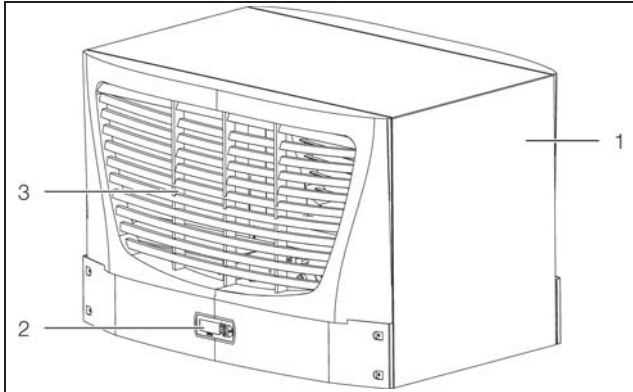
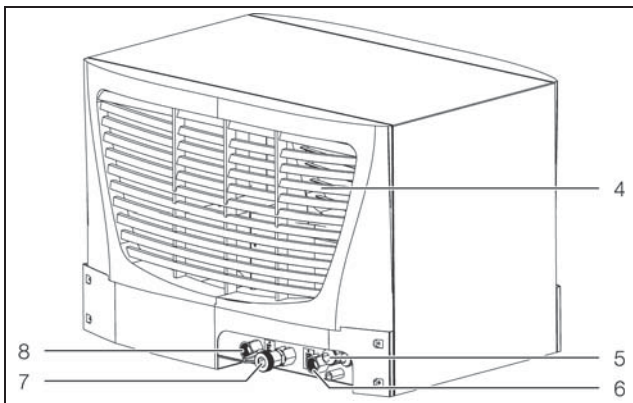

Imagen 1: Vista frontal (3318.600, 3318.610, 3319.600, 3319.610)
Imagen 2: Vista posterior (3318.600, 3318.610, 3319.600, 3319.610)
Boca de salida del depósito (imagen 2, pos. 7) sólo en los modelos 3318.600 y 3319.600.
Leyenda imagen 1 e imagen 2